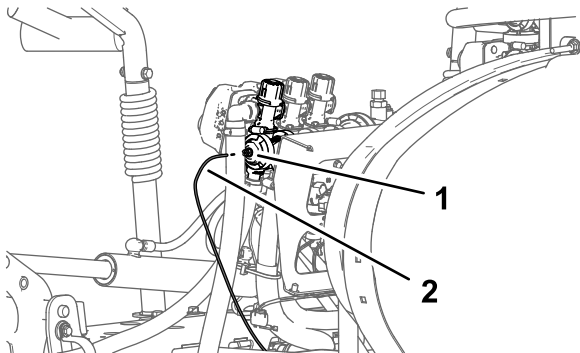

图27
1. 按住右喷洒臂段阀端盖中的管子连接器锁环 图27。
2. 从管子连接器中拉出仪表板仪表压力传感管 图27。